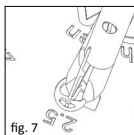
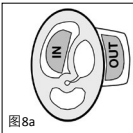

fig. 7
图 8a
■ **fig. 7/8** Pentru închiderea plăcuței din capăt trebuie utilizat cleștișorul de închidere din titan (REF 8000137)! Cu cleștișorul de strângere (REF 8000 137) se îndoaie drept colierul în cadrul plăcii de capăt a protezei și astfel se fixează placa de capăt pe tija protezei (fig. 7). Pentru aceasta trebuie să se aibă grijă ca partea de lungime corectă a cleștișorului de strângere să se potrivească pe poziția corespunzătoare a plăcii de capăt a protezei.
■ 图 7/8 闭合顶板时必须使用小型钛夹钳(REF 8000137)用闭合钳(REF8000137)将假体平板状一头的柄弄直, 并与假体的杆装配起来(图7)。操作时请注意, 确保闭合钳的使用正确, “内”对着平板状头的内部, “外”对着平板状头的外部(图8a, 8b)。